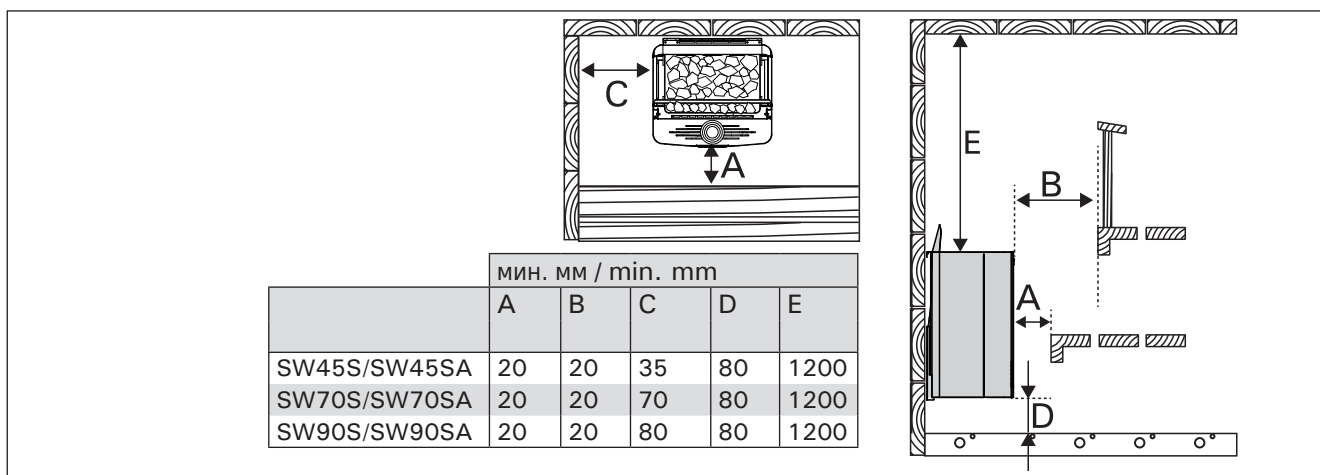

Рисунок 6. Расстояния безопасности (все размеры приведены в миллиметрах)
- При расположении каменки выполняются условия минимальных расстояний, изображенных на рис. 6 и указанных в таблице 2.
При установке защитного ограждения вокруг каменки следует соблюдать расстояния, указанные на рис. 6 и таблице 2.